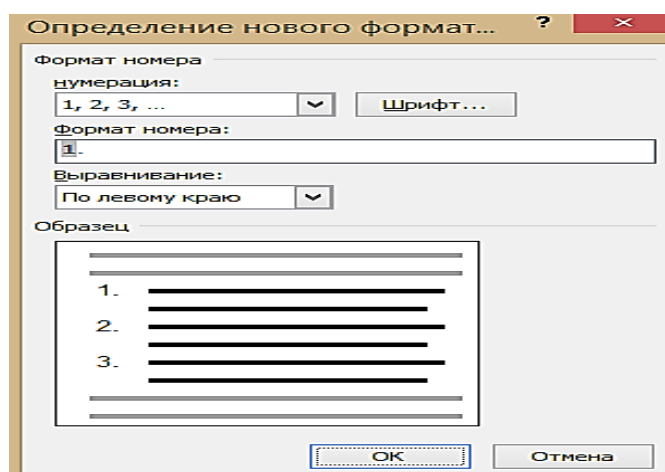

Рис. 55. Настройка параметров списка
Можно изменить параметры созданного ранее списка или настроить эти параметры при создании списка (рис. 55):
2. Щелкнуть по стрелке кнопки **Нумерация** группы **Абзац Главная** (см. рис. 55) и выбрать команду **Определить новый формат номера**.